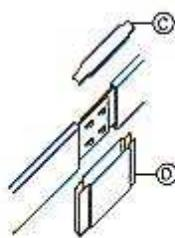

fig. 2
- 2 Inserire il corpo del coprigiunto (D) controllando che la giunzione corrisponda alla parte bombata (fig. 2).
- 3 Inserire il coperchio (C) in modo che le quattro clips si introducano nelle sedi e restino agganciate (fig. 2).